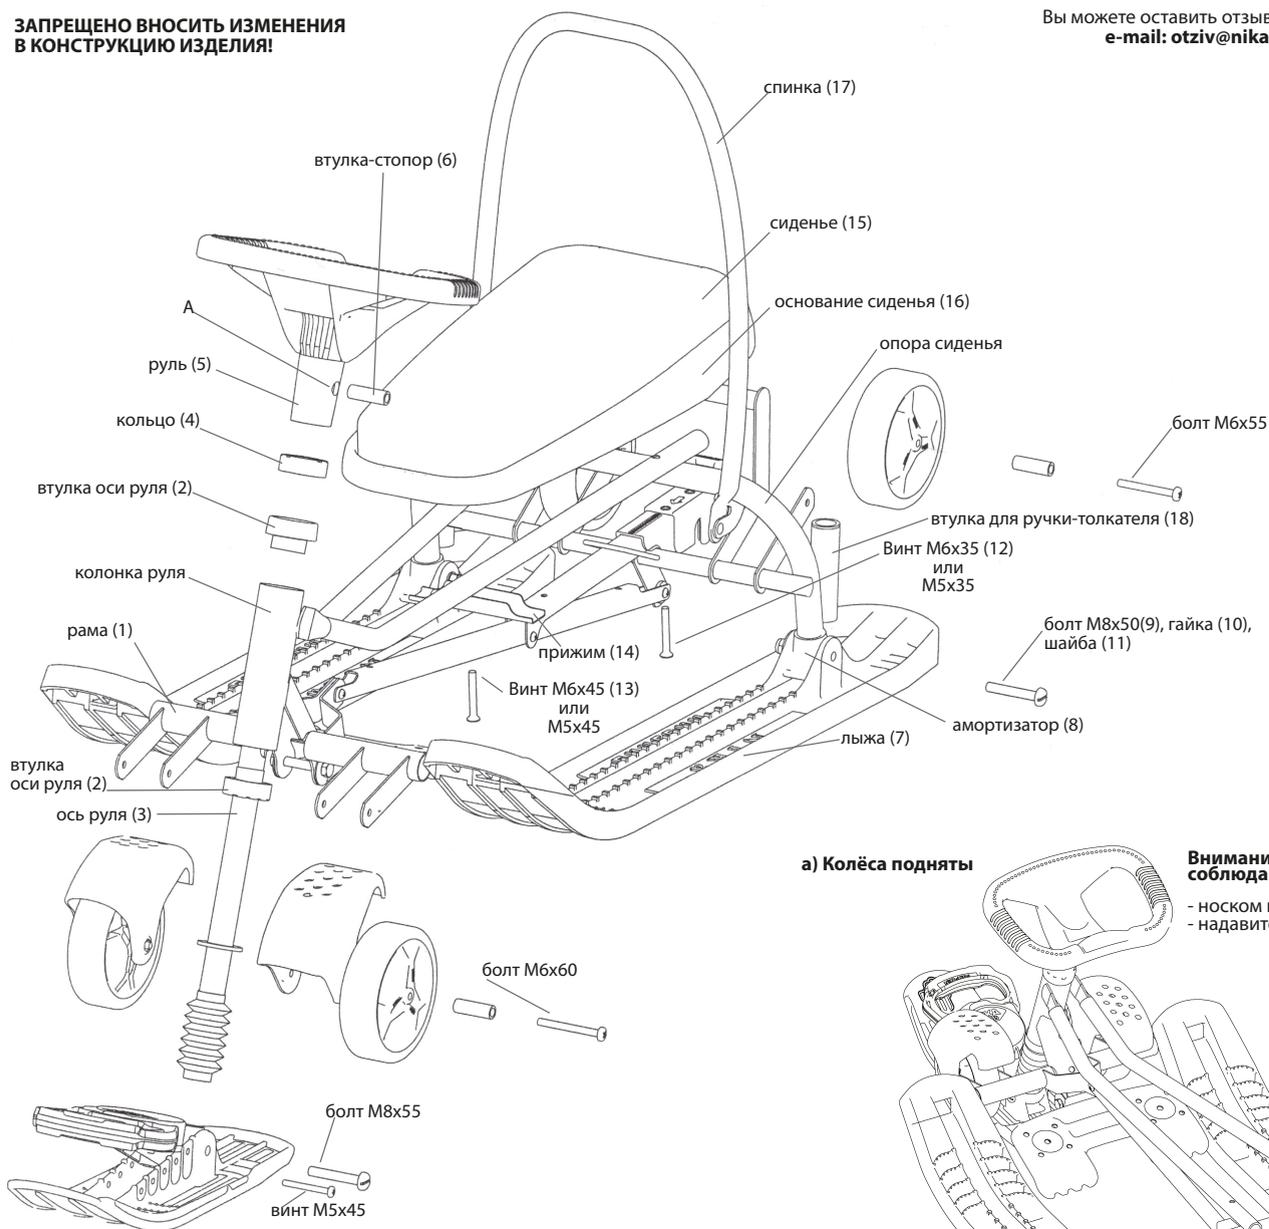

Рис. 1 Сборка снегоката арт. ТС6
Для приведения снегоката в рабочее состояние необходимо провести сборочные операции в соответствии с прилагаемой схемой (см. рис. 1). Для сборки применяются гаечный ключ на 13 и отвёртка.
- установите с обеих сторон колонки руля втулки оси руля (2) (см. рис. 1);
- вставьте ось руля (3) в колонку руля;
- закрепите предварительно кольцо (4) на руле (5) выше крепёжного отверстия (А);
- установите руль (5) на ось руля (3), совмещая отверстия (А), установите втулку-стопор (6), перемещая кольцо (4) закройте втулку-стопор (6);
- соблюдая право/лево вставьте лыжи (7) на металлические полозья рамы (1), установите амортизаторы (8) на опору сиденья рамы (1);
- закрепите лыжи (7) через амортизатор (8) болтом (9) с гайкой (10) и шайбой (11);
- при помощи 2-х винтов М6х35, или М5х35 (12) и винта М6х45, или М5х45 (13) с прижимом (14) закрепите сиденье (15) с основанием (16) на раме. Рекомендуется «наживить» винты рукой, затянуть до упора отвёрткой (не применять электроинструменты);
- на спинку (17) наденьте чехол;
- при необходимости, вставьте ручку-толкатель во втулки на раме (18).